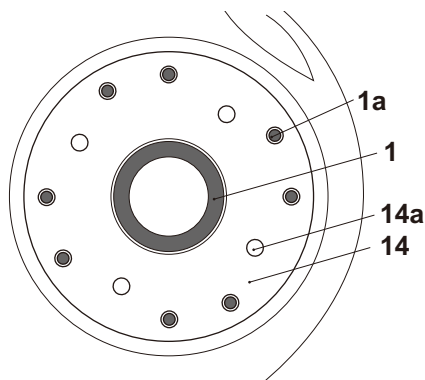

Fig.14
- > Alinhe os 8 pinos no adaptador do porta-ferramenta (14) com os 8 pinos (1a) no porta-ferramentas (1) e coloque o adaptador no porta-ferramentas com os pinos (14a) virados para fora (Fig. 14).